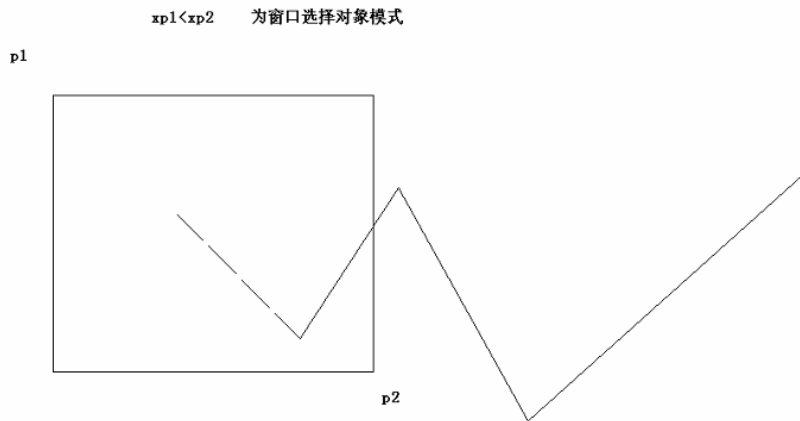

图 5-3 窗口选择对象模式
- 同时随着光标的移动, 会出现一个动态的矩形框。在绘图区域再指定一个点, 即可定义一个矩形窗口, 如果这个矩形窗口是自左至右定义的, 则是使用了窗口选择对象的方法; 如果这个矩形窗口是自右至左定义的, 则是使用了窗交选择对象的方法, 如图 5-3 和 5-4 所示。